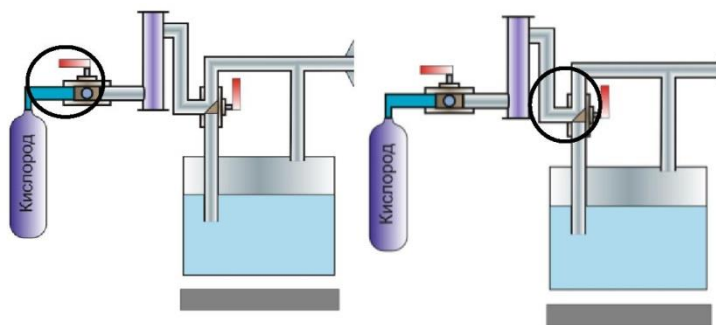

Рис. 1.8. Функциональная схема
3.1. Установите значения температуры T_1 и давления P_1 в рабочей камере установки. Произведите моделирование процесса. Для этого нажмите на первый (для режима сухого O₂) или второй кран (для режима влажного O₂), показанные на функциональной схеме (рис. 1.8). Получив необходимую толщину SiO₂, остановите процесс повторным нажатием на кран. Сохраните график роста пленки, щелкнув по нему правой кнопкой мыши. Выберите Export → ExportDatatoExcel. По полученным числовым значениям постройте график зависимости толщины пленки окисла от времени окисления.